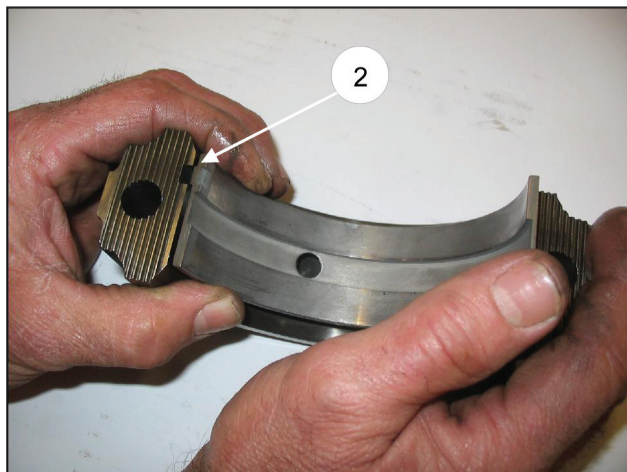

图6/a
如拆除了活塞导杆，在重新组装前应检查O型密封环(部件号①, 图6/b)的定位，如有需要应予以更换。